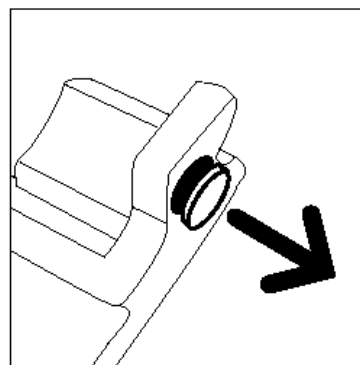

Figura 22: Retirar a tampa
- 5** Retire a tampa dourada da frente do Recipiente de despejo de revelador usado, conforme ilustrado na Figura 22.